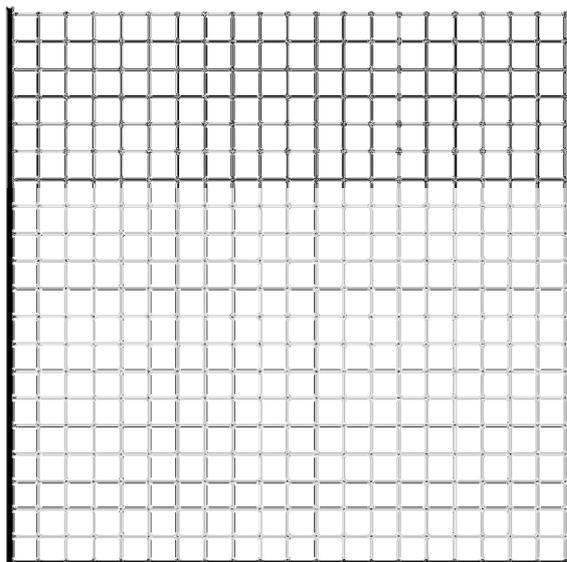
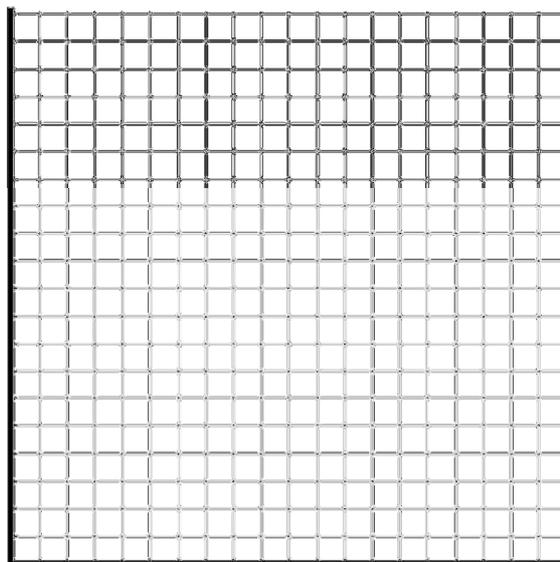

Figura 3.
Figura 4.
7. Representa através de gráficos o número de Microfibras de poliéster contabilizadas para cada uma das diferentes cores de fibras encontradas na amostra de água (Figura 3) e a frequência relativa total (em %) de microfibras de poliéster e algodão encontradas (Figura 4). Legendas os eixos do X e do Y e as figuras que elaboraste.